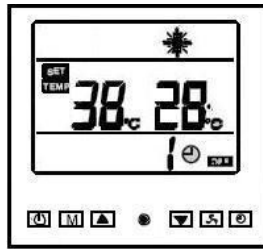

Abbildung 14: Einstellung des automatischen Standby.
Drücken Sie zum Starten der Wärmepumpe die Taste ; die Wärmepumpe startet innerhalb von drei Minuten. Das Display zeigt sofort die zuletzt gewählte Betriebsweise (Heizung oder Kühlung¹⁸), siehe Abbildung 13, Abbildung 14 und Abschnitt 5.2.13.8, die letzte eingestellte Temperatur und die aktuelle Wassertemperatur des Schwimmbeckens (Heizung oder Kühlung) an.
- Kühlung, das Display zeigt das Symbol  an, siehe Abbildung 14.
Es ist möglich, die von den einzelnen Fühlern erfassten Temperaturen durch Drücken der Taste (beim Modell BP-xxWS-B (xx=35, 50) die Taste drücken) für drei Sekunden anzuzeigen, wenn die Pumpe gestartet ist, siehe Abschnitt 5.2.4. Drücken Sie zum Anzeigen der von den verschiedenen Fühlern erfassten Temperaturen (drücken Sie beim Modell BP-xxWS-B (xx=35, 50) die Taste). Die von dem Fühler erfasste Temperatur wird für 10 Sekunden angezeigt; falls keine Taste gedrückt wird oder falls die Taste gedrückt wird, kehrt das Display zur Anzeige der üblichen Informationen zurück, siehe Abbildung 13 und Abbildung 14.